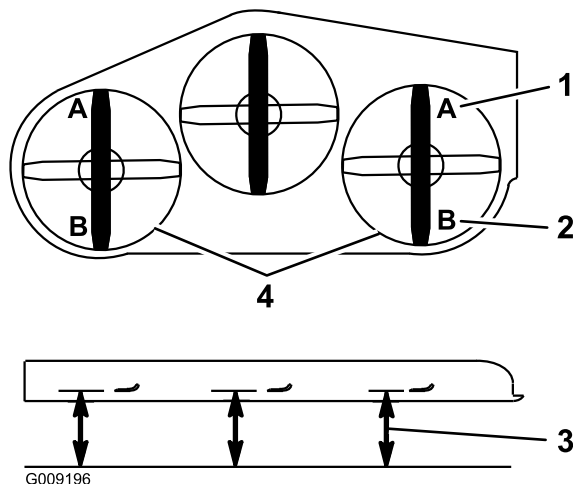

Figure 101
9. De chaque côté du tablier de coupe, mesurez la distance entre la surface plane et la pointe avant de la lame (position A), comme montré à la Figure 101.
15. De chaque côté du tablier de coupe, mesurez la distance entre la surface plane et la pointe arrière de la lame (position B), comme montré à la Figure 101.